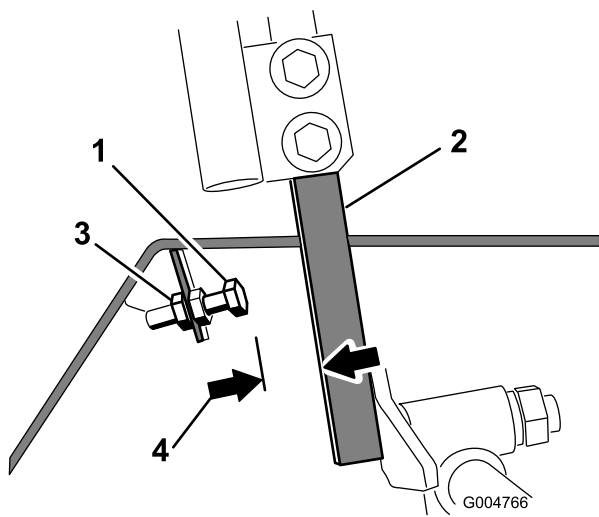

図 67
4. 左右どちらかのコントロールレバーで、ストップボルトについているジャムナットをゆるめる(図 67)。